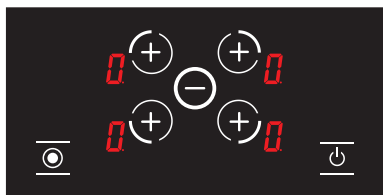

Рисунок 24
3. **H** будет отображаться на весь экран. (см. Рисунок 24) Если какая-либо из конфорок горячая, значки **H** и **H** будут показаны по очереди.